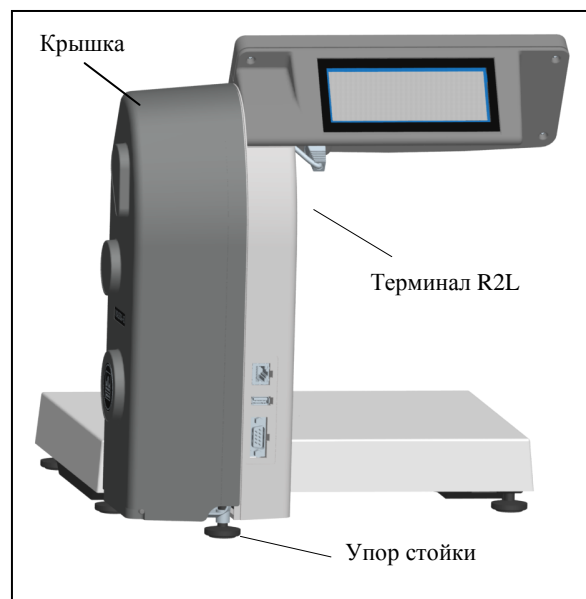

Рис. 3.3 - Весы МК\_RL10-1,
3.7 Ввернуть в основание модуля регулировочные опоры так, чтобы упор стойки (см. Рис. 3.3), служащий для повышения устойчивости весов, касался поверхности стола.